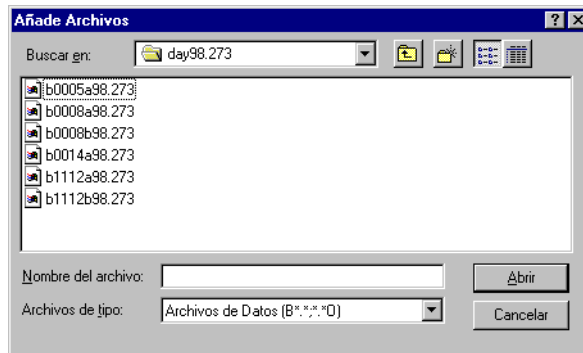

Figura 4.8. Cuadro de Diálogo Añadir Archivos
1. Seleccione **Añadir datos desde disco** del menú **Proyecto**. Se abre el cuadro de diálogo **Añadir Archivos** (Figura 4.8).